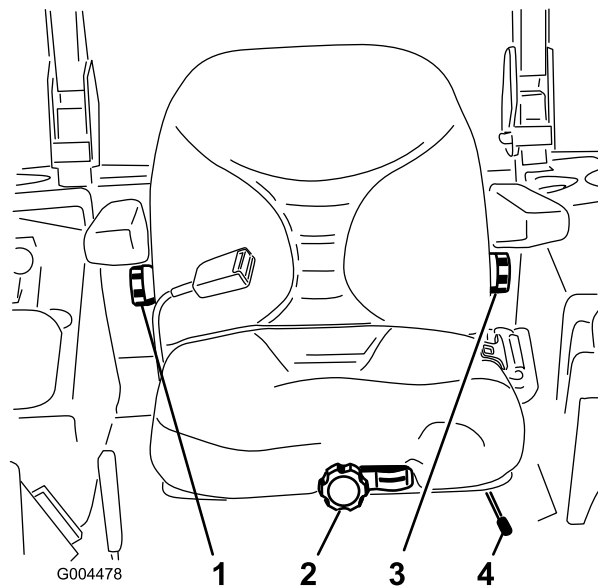

Figure 16
1. Poussez le levier de réglage sur le côté pour débloquer et régler le siège (Figure 16).
Sans vous asseoir sur le siège, tournez le bouton avant dans un sens ou dans l'autre pour obtenir la position la plus confortable (Figure 16).
Pour ce faire, tournez le bouton situé sous l'accoudoir droit dans un sens ou dans l'autre pour obtenir la position la plus confortable (Figure 16).
Pour le régler, tournez le bouton situé sous l'accoudoir gauche dans un sens ou dans l'autre pour obtenir la position la plus confortable (Figure 16).